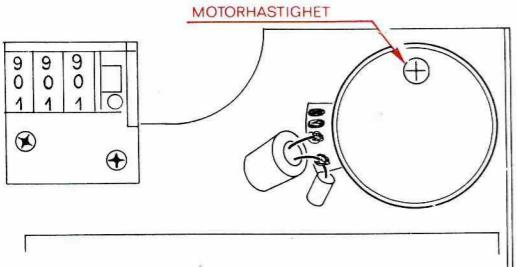

Fig. 36. Justering, motorhastighet
- Hastigheten kan justeres med et trimme-potensiometer gjennom hullet i toppen av motoren, se fig. 36.